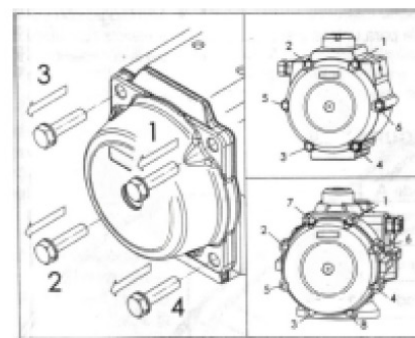

Рисунок 3
в) Демонтаж крышек (30 правая и левая). Для моделей РА91 до РА220 крышки (30) симметричные, рисунок 3. Отвинтите винты крышки (13) соблюдая последовательность, показанную на рисунке 3. Внимание: демонтируя привод одностороннего действия крышки (30), после того как будут отвинчены винты (13), на 4-5 оборота, должны быть свободными. Если крышки после их развинчивания на 4-5 оборота будут всё ещё находиться в натяжении, то это может означать, что предварительно сжатая пружина повреждена. Прекратите операцию демонтажа. Продолжение демонтажа крышек может привести к тяжёлым травмам рабочего персонала. Верните привод на фирму Архимед